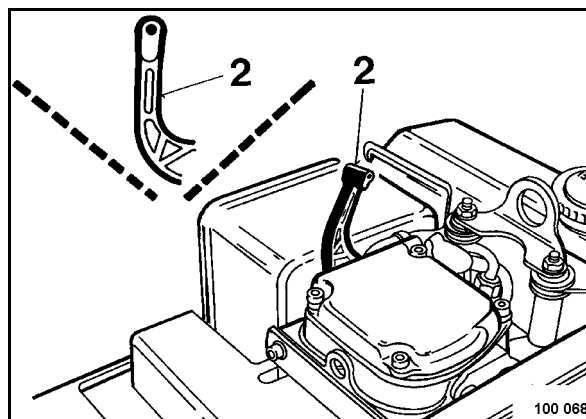

Рис. 33
После 5 оборотов пусковой рукоятки декомпрессионный рычаг (2) (Рис. 33) должен повернуться обратно в свое исходное положение.